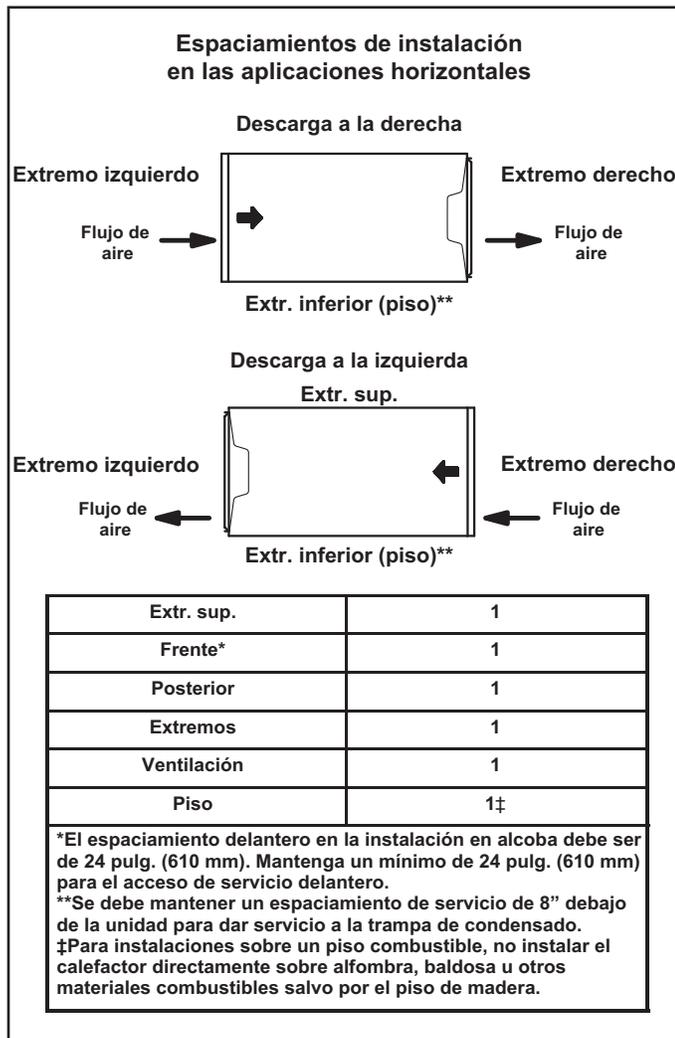

FIGURA 17
El calefactor EL195UHNE se puede instalar en aplicaciones horizontales con descarga de aire a la derecha o a la izquierda. Consultar la Figura 17 con respecto a los espaciamientos en las aplicaciones horizontales
- 1 - Seleccione la ubicación de la unidad teniendo en cuenta el espaciamiento de servicio y otros espaciamientos necesarios. Ver la Figura 17.